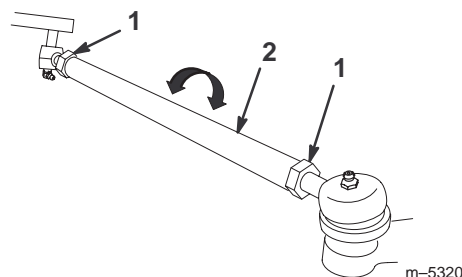

Figure 49
5. Si les mesures sont hors spécifications, desserrez les écrous de blocage aux deux extrémités des biellettes (Fig. 49).